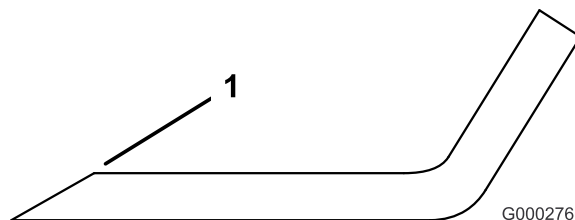

Figura 29
3. Esaminate i taglienti di tutte le lame, e affilatele se fossero ottusi o scheggiati. Affilate soltanto la parte superiore del tagliente e mantenete l'angolo di taglio originale per garantire l'affilatura (Figura 29). La lama rimane bilanciata soltanto se viene rimossa una quantità uguale di metallo da entrambi i taglienti.